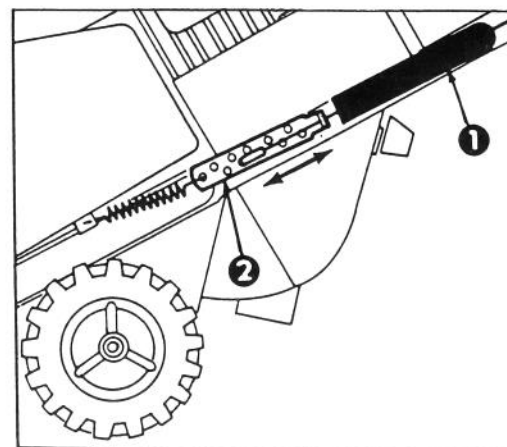

Fig. 10
3. **REGOLAZIONE DEL CAVO (Fig. 10)** — Sganciate l'estremità superiore del cavo dal foro del supporto della squadretta di comando. Fate scorrere il coperchio a molla lungo il cavo per scoprire il dispositivo di regolazione. Sganciate l'estremità del cavo dal dispositivo e rimettetelo in un foro più alto o più basso per ottenere la debita distanza di 1,6-3,2 mm. Installate di nuovo l'estremità superiore del cavo nel foro posteriore (foro con freccia) sul supporto della squadretta. Ricoprite il dispositivo di regolazione col coperchio a molla e controllate di nuovo la regolazione.